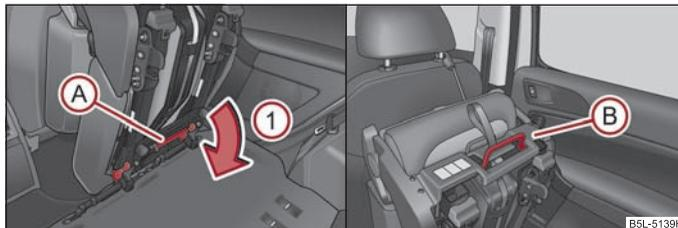

Fig. 65 Sbloccaggio del sedile ribaltato / maniglia sul cuscino
- Sbloccare il sedile ribaltato premendo i bloccaggi sedile nel senso della freccia ①, ⇒ pag. 70, fig. 65.
- Estrarre il sedile dalle maniglie sul cuscino (A) ⇒ pag. 70, fig. 65 e (B).
- Ribaltare il sedile esterno ⇒ pag. 70 e sbloccarlo ⇒ pag. 70, fig. 65.